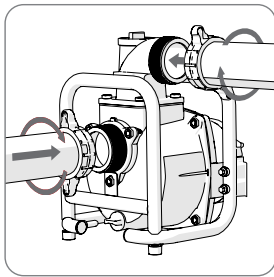

Abb. 3
- Schließen Sie die Schläuche mit den mitgelieferten Schlauchschellen und Dichtungen an den Pumpenkörper an. (Abb. 3) Prüfen Sie, ob die Dichtungen richtig sitzen.